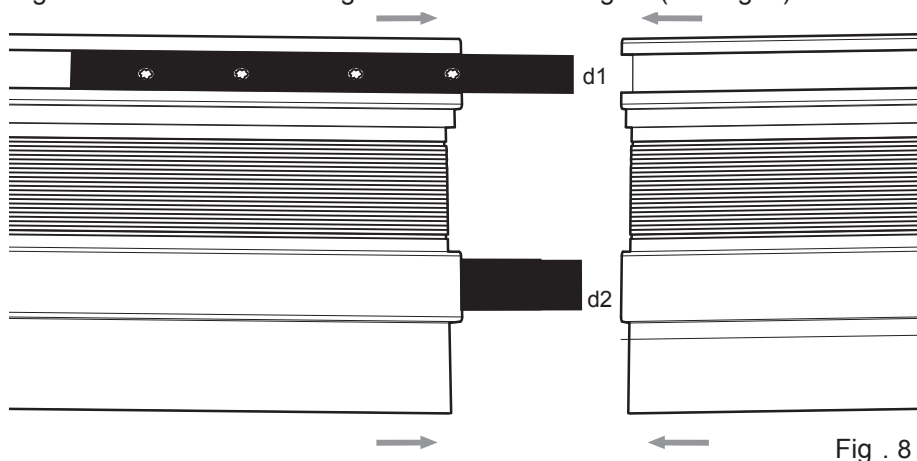

Fig . 8
- Encaje los extremos libres de los dos conectores del primer tramo de carril guía en los canales del segundo tramo de carril guía (Ver Fig. 8).